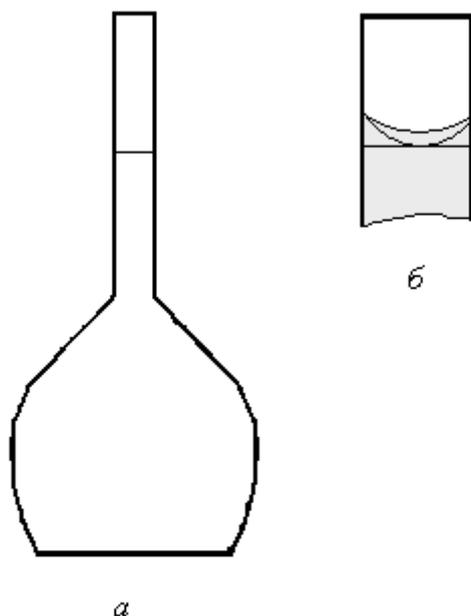

Рис. 2 Приготовление раствора в мерной колбе.
- 2) отмерьте мерным цилиндром вычисленный объем исходного раствора, через воронку аккуратно перелейте его в мерную колбу (см. рис. 2а);
- 4) долейте в мерную колбу дистиллированную воду, так, чтобы уровень жидкости был на 0,5-1 см ниже уровня метки, затем добавляйте воду по каплям (с помощью капельниц из стаканчика), доводя уровень жидкости до метки (нижний край мениска, то есть поверхности жидкости, должен касаться метки при помещении ее на уровень глаз (рис. 2б). Затем, закрыв колбу пробкой, тщательно перемешайте раствор, переворачивая колбу вверх дном так, чтобы пузырь воздуха проходил через весь раствор, а при возвращении колбы в исходное положение касался пробки. Пробку при этом следует придерживать.
5. **Отберите пробы анализируемого раствора.** Используя пипетку Мора (рис. 2б) и грушу, отмерьте 3 пробы анализируемого раствора, перенесите их в конические колбы. Для того, чтобы отобрать пробу, в стаканчик на 50 или 100 мл налейте до 1/2 объема анализируемый раствор. Заполните пипетку анализируемым раствором выше метки, набрав его при помощи резиновой груши. Быстро закройте отверстие пипетки указательным пальцем правой руки. После этого стаканчик возьмите в левую руку и ее указательным пальцем слегка прижмите носик пипетки к стенке стаканчика (обязательно вне жидкости, при этом стаканчик держат наклонно, а пипетку – вертикально), чтобы жидкость стекла струей по стенке стаканчика, а не капала. Затем, слегка ослабляя указательный палец правой руки, очень плавно, без толчков слейте раствор до метки. При этом глаз должен находиться на уровне метки. Слегка наклонив пипетку (тогда из нее не будет капать жидкость), перенесите ее в колбу для титрования и слейте раствор, держа пипетку вертикально. Когда жидкость перестанет вытекать из пипетки, наклоните колбу и, коснувшись носиком пипетки стенки колбы, подержите ее в таком положении несколько сек.унд (жидкость из пипетки выдувать нельзя!). В каждую колбу добавьте 1-2 капли индикатора. В случае использования метилоранжа необходимо в отдельной колбе приготовить раствор-свидетель (у этого индикатора окраска меняется плавно, необходимо иметь для сравнения образец). Для приготовления свидетеля в коническую колбу внесите 20 см³ дистиллированной воды, добавьте 1-2 капли метилоранжа и 1-2 капли раствора кислоты из бюретки. Окраска свидетеля должна стать золотисто-розовой.